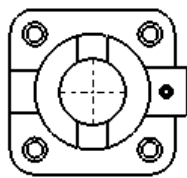

图 6.2.9 中心符号线
Step4. 单击“完成”按钮，完成中心符号线的创建，如图 6.2.9 所示。